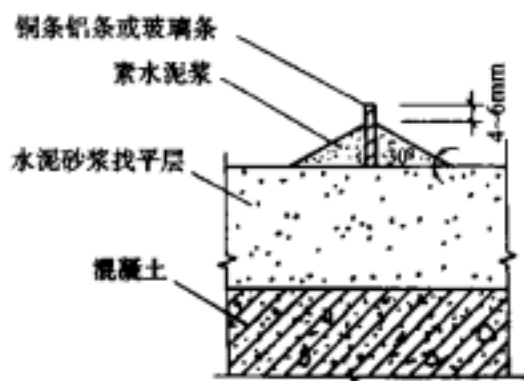
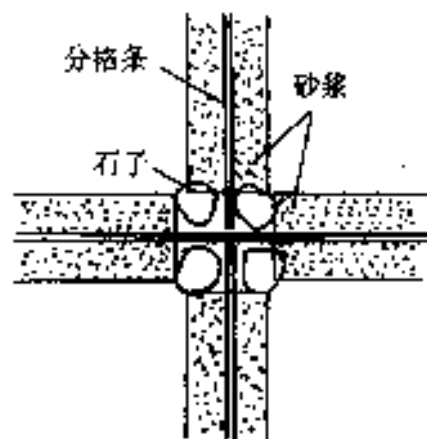

图7-1 现制水磨石地面镶嵌分格条剖面示意
图 7-2 分格条交叉处
3.1.6 镶分格条：用小铁抹子抹稠水泥浆将分格条固定住（分格条安在分格线上），抹成30°八字形（图7-1），高度应低于分格条条顶4～6mm，分格条应平直（上平必须一致）、牢固、接头严密，不得有缝隙，作为铺设面层的标志。另外在粘贴分格条时，在分格条十字交叉接头处，为了使拌合料填塞饱满，在距交点40～50mm内不抹水泥浆（图7-2）